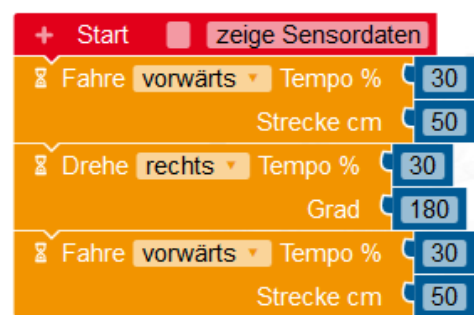

Abbildung 7: Steuerung des Roboters unter Verwendung der Blöcke aus dem Bereich Fahren
- Stelle eine Vermutung auf, wie sich der Roboter verhalten wird, wenn das Programm aus Abbildung 7 gestartet wird. Lade das Programm auf deinen Roboter und überprüfe deine Vermutung.
- Begründe für jede Einstellung, die du in der Konfiguration gemacht hast, warum die Angabe notwendig ist, damit die Blöcke im Programm aus Abbildung 7 den Roboter wie gewünscht steuern.